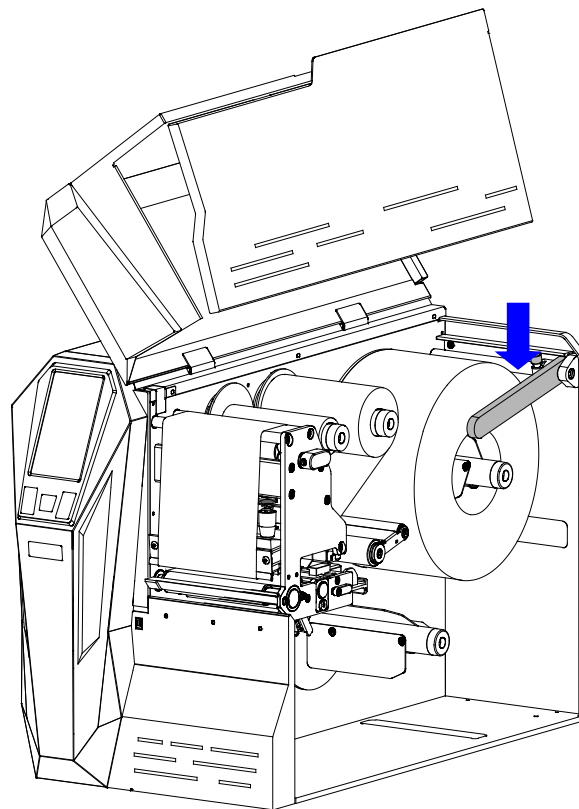

图 2-18 压下纸卷挡臂
3. 压下并移动纸卷挡臂，使其靠紧纸卷外侧，然后拧紧纸卷挡臂锁紧螺丝，如图 2-18 所示。